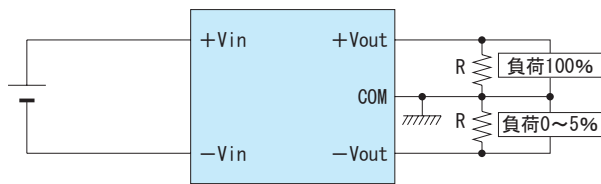

図7.1 負荷アンバランス時の出力上昇対策例
- 図7.1に示すように片側負荷が0～5%となるような負荷アンバランスになる場合、負荷率の低い側の出力電圧が20%以上上昇する場合がありますので、出力端子間にブリーダー抵抗Rなどを外付けしてください。